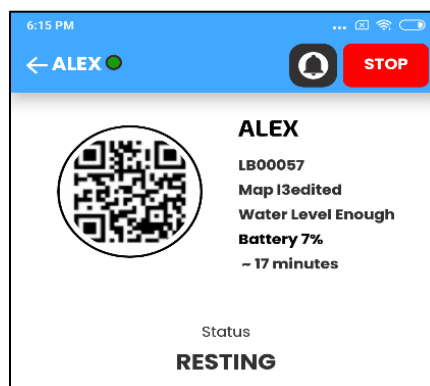

Fig. 2
- De E-stopknop bevindt zich in de rechterbovenhoek van elk app-scherm (Fig. 2).